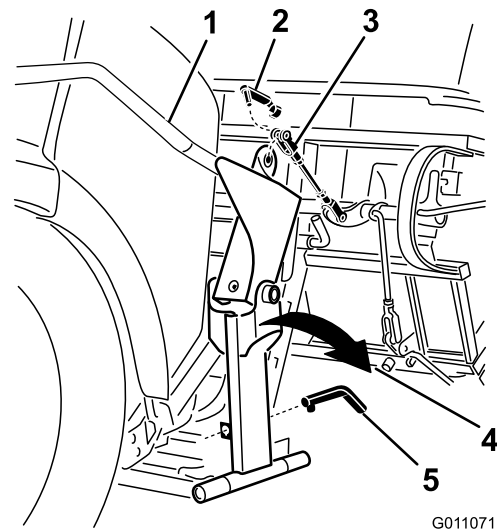

Figure 34
3. Retirez l'axe de chape élastique qui fixe la chape à la poignée (Figure 34).
4. Sortez la goupille du trou fixant la poignée en position (Figure 34).
5. Tournez la poignée vers l'extérieur pour accéder au capot (Figure 34).